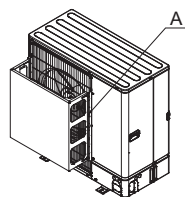

Fig. 2-4
(2) Installez un guidage d'air si l'appareil est placé dans un endroit où les vents violents, par exemple d'un cyclone, pourraient s'engouffrer directement dans la sortie d'air. (Fig. 2-4)